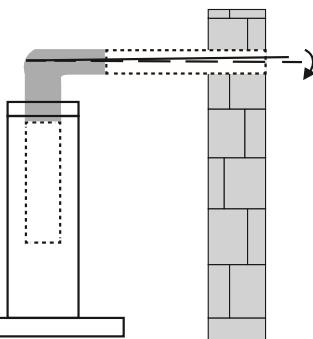

Рис.2
4. При выводе воздуховода на улицу (через отверстие в стене) должен быть уклон воздуховода, как на рис. 2.